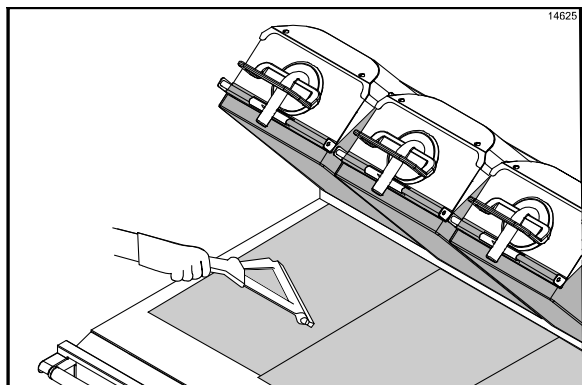

Figure 31
4. Passer le rouleau à essorer délicatement depuis le centre vers le côté pour laisser s'échapper les bulles d'air en s'assurant de ne pas plier ni plisser la feuille de protection (Cf. Figure 31).